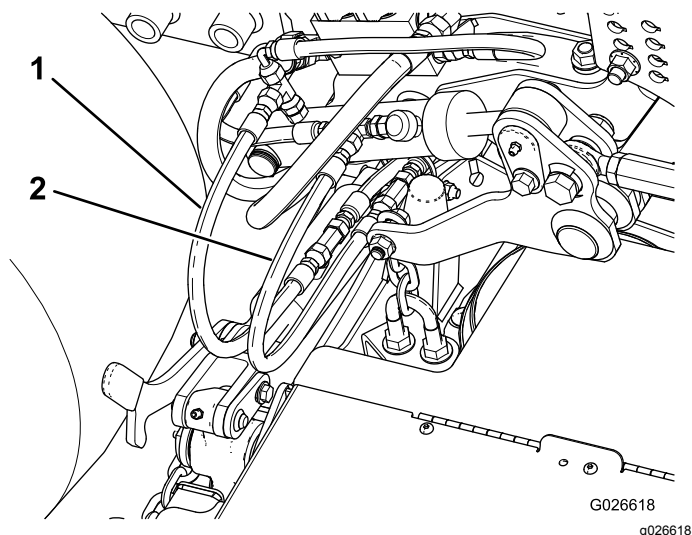

図 13
5. キットに入っている短い方のホースを右側ウイング昇降シリンダの外側ポートに取り付ける 図 13。
6. 短いホースのもう一方の端部を、デッキ昇降シリンダの字フィッティングに接続する 図 13。